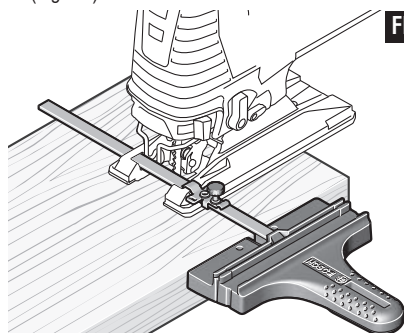

FIG. 14
1. La superficie del tope-guía de la guía se debe posicionar A LO LARGO de la pieza de trabajo (Fig. 14)